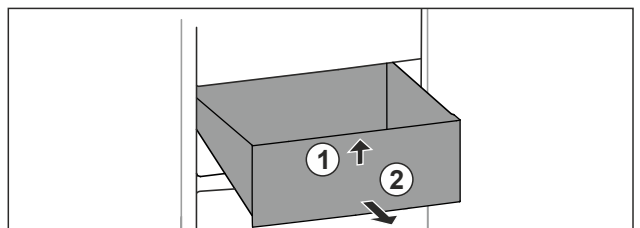

Fig. 75
- Soulever la partie avant du tiroir. Fig. 75 (1).
- Retirer le tiroir par l'avant. Fig. 75 (2)